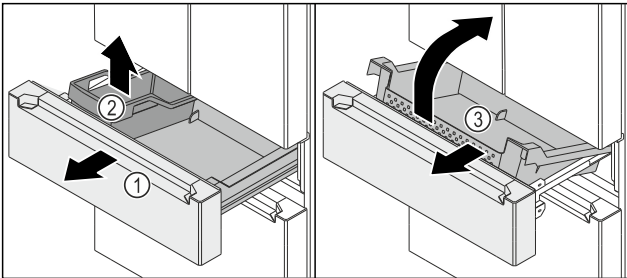

Fig. 146
- ▶ Çekme bölmesini Fig. 146 (1) sonuna kadar dışarı çekin.
- ▶ FlexBox Fig. 146 (2) çıkarın.
- ▶ Kapları Fig. 146 (3) önden yukarı kaldırın.
- ▶ Kabı Fig. 146 (3) eğri bir şekilde önden çıkarın.